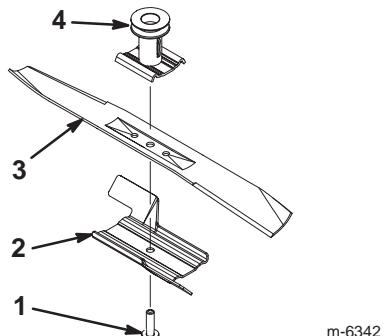

Figure 18
2. Enlevez le boulon de lame, l'accélérateur et la lame (Fig. 18).
1. Installez une lame Toro équilibrée et bien affûtée, l'accélérateur et le boulon de lame (Fig. 18).